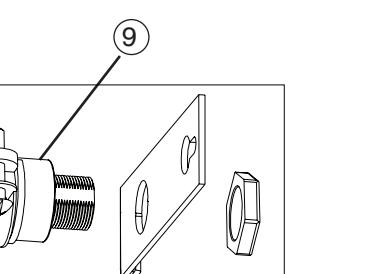

Figure 3
4. Using romex strain relief bushing, leave screws loose to accommodate installation of romex. Insert thread portion of connector into Access plate hole and secure with Hex nut unit tight. Note: Position connector with screw heads on connector facing downward when installed on fixture. **See Fig 3.**
4. Utilice el buje sujetacables y deje los tornillos sueltos a fin de adecuar la instalación del cable de alimentación. Introduzca la parte rosada del conector en el orificio de la placa de acceso y sujetela bien a la unidad con la tuerca hexagonal. Nota: Coloque el conector con las cabezas de los tornillos hacia abajo al instalarlo en el accesorio. **Ver Fig 3.**